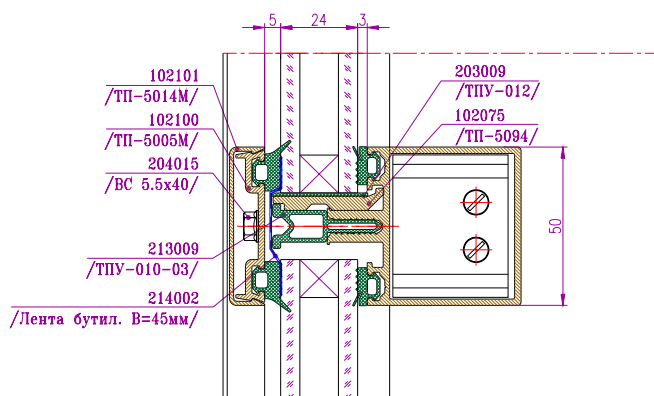
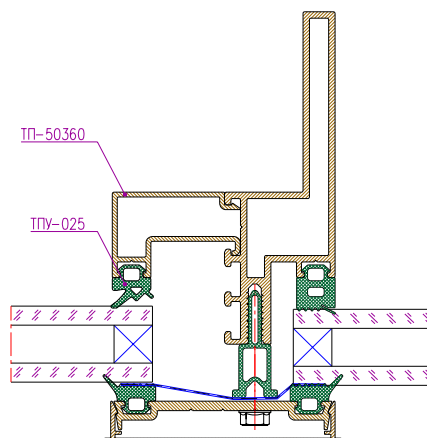

Рис.10-22 Установка термовставки ТПУ-010-03, заполнения б=24мм на ригель ТП-50320
Рис.10-23 Установка термовставки ТПУ-010-03, заполнения б=24мм на стойку ТП-50365
- Установить в оставшиеся свободные пазы профилей термовставку ТПУ-010-03 (рис.10-22, рис.10-23);
- Перед установкой заполнения установить две алюминиевые подкладки (несущие) ТП-5094 (рис.10-22) в пазы нижнего ригеля на расстоянии 150 мм от каждой стойки. На подкладки приклеиваются (клеем НП-88) подкладки ТПУ-012;